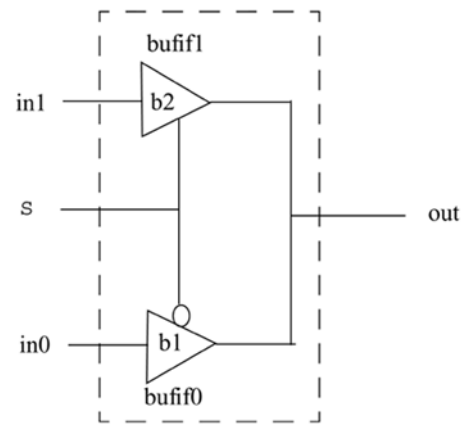

图 2、二选一多路选择器
2.3、 a) 如图 2 所示，使用 bufif0 和 bufif1 设计一个二选一多路选择器，并给出测试激励模块，和仿真测试结果。